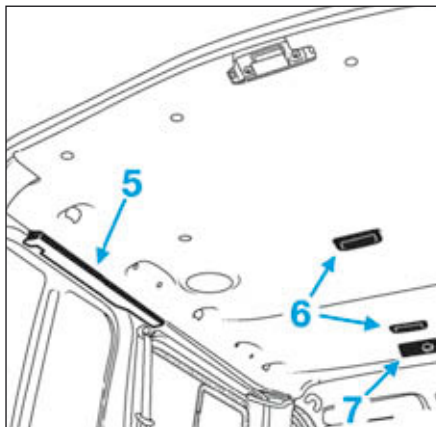
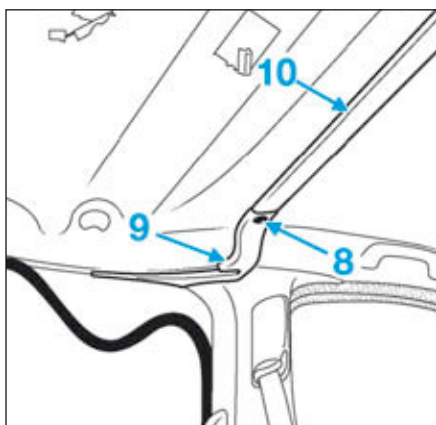

FIG.62
FIG.63
- Déclipper (Fig.62) :
- les caches latéraux (5) de garniture de pavillon arrière,
- les éclairateurs de plafonnier (6).
- Déclipper le panneau commande (7) de chauffage arrière.
- Déposer (Fig.63) :
- les agrafes (8) d'enjoliveurs latéraux de garniture de pavillon,